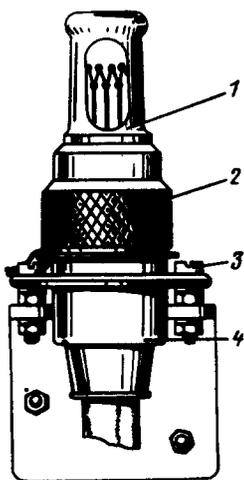

Рис. 118. Установленный датчик ДТБГ системы ССП-ФК:
1. Для снятия датчика ДТБГ расконтрить и отвернуть накидную гайку 2 (рис. 118). Вынуть датчик из розетки 4.
4. Вставить пластмассовую втулку во фланец розетки 4 (рис. 118) и закрепить розетку двумя винтами 3.